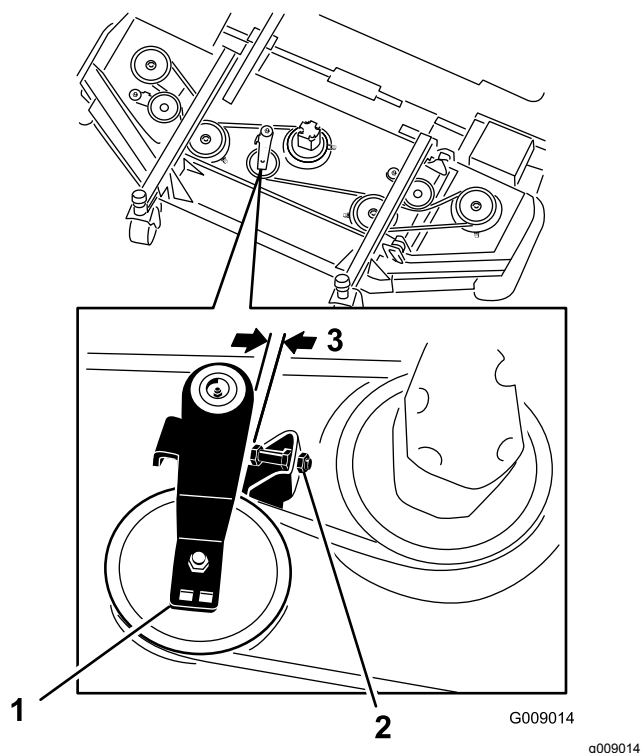

Figura 114
3. Na plataforma frontal, posição central, desaperte as porcas de bloqueio no parafuso limitador da polia intermédia e enrosque o parafuso limitador até ao suporte (Figura 114).
4. Utilizando uma chave de roquete ou ferramenta semelhante, afaste cada polia intermédia da plataforma lateral da correia da transmissão para libertar a tensão da correia e permitir que esta saia da polia da plataforma lateral (Figura 114).